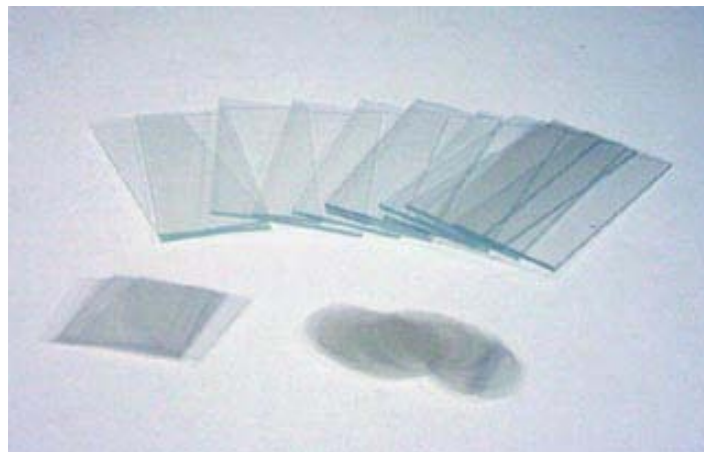

Figura 11. Portaobjetos y cubreobjetos.
**Portaobjetos o “porta”.** Es un rectángulo de vidrio sobre el que se realiza la extensión de las muestras o microorganismos para efectuar la tinción. Debe estar limpio y desengrasado (Figura 11).
**Cubreobjetos o “cubre”.** Es una lámina de vidrio, muy fina, que se coloca sobre la muestra extendida en un portaobjetos para realizar un examen en fresco (Figura 11).